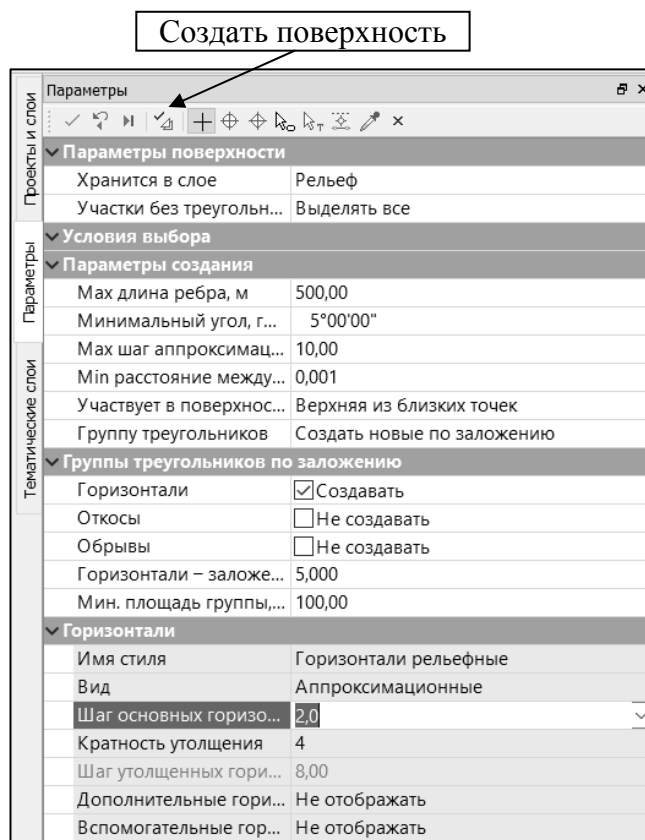

Рис. 2.6. Параметры при создании поверхности
2. В окне параметров установите настройки согласно рис. 2.6 и выполните команду СОЗДАТЬ ПОВЕРХНОСТЬ. Примените выполненные построения.